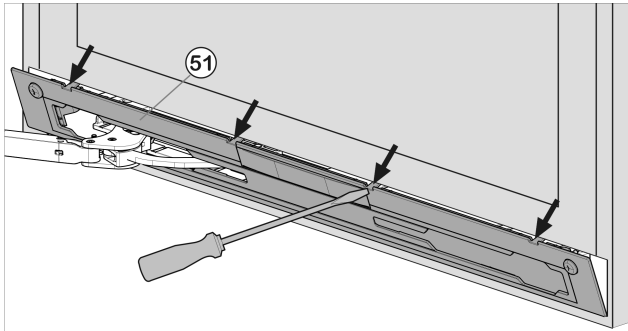

Fig. 15
- Déclipser le panneau Fig. 15 (51) à l'aide d'un tournevis à fente, puis le retirer.